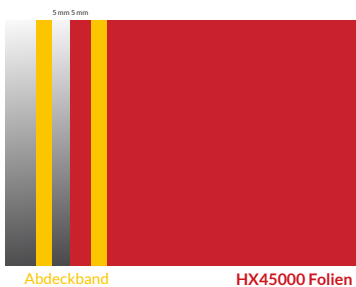

Abbildung 33
- 1 auf der SKINTAC HX45000 Folie, 5 mm vom Rand entfernt. (Abb. 33)